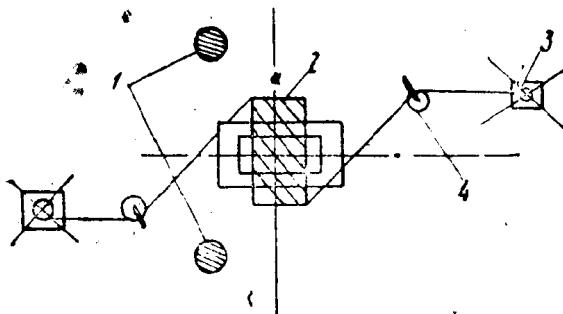

图 9 用两台绞磨使柱子转向
(3) 垂直于柱列布置时的安装方法(見圖8)：人字架立于杯口的一側。起吊时，柱子自人字架的两腿中間滑行起升，当柱子悬空直立后，因柱身方向与杯口方向不一致，需将柱子轉一 $90^{\circ}$ 角，方能插入杯口。柱子轉向的工作是用两台绞磨来进行的，如图9。如果将柱子事先就位，或預制时采用竖向立模澆搗，就可避免轉向的工序。采用这种施工方法，一般每班可安装三根柱子，共配备34人，其中技工18人，壮工16人。